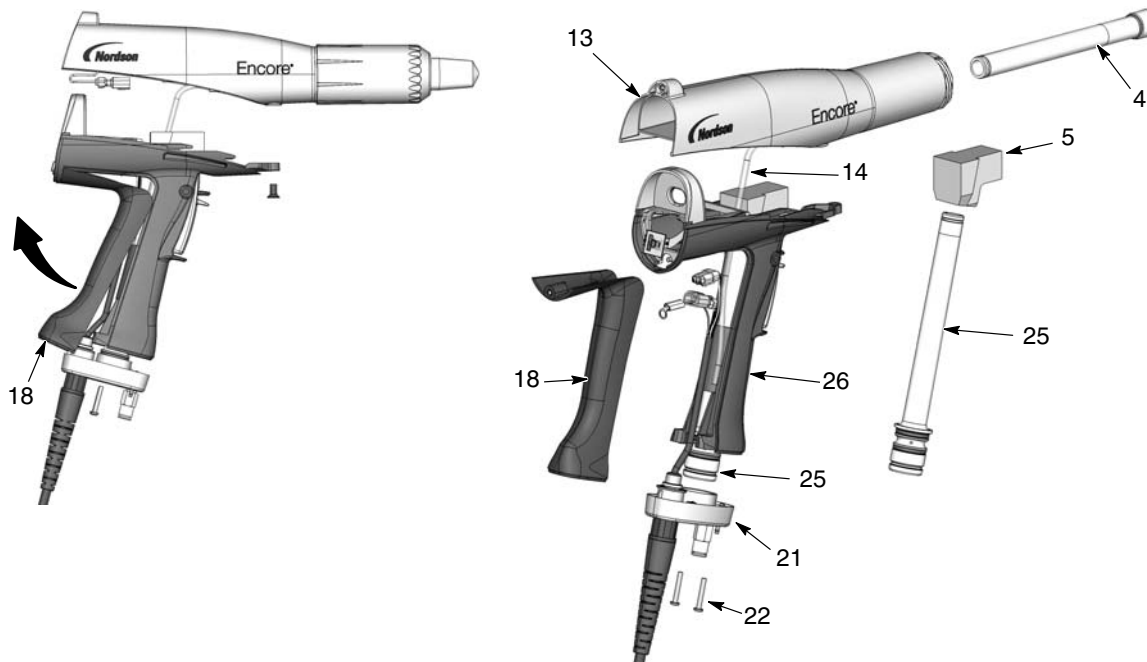

Figura 6-5 Sostituzione del percorso polvere
2. Vedi figura 6-5. Rimuovere il gomito (5) dal tubo d'ingresso (25).
3. Rimuovere le due viti M3 x 20 (22) dalla base dell'impugnatura (21).
4. Staccare la base dall'impugnatura, poi alzare il fondo della piattina di messa a terra (18) e allontanarlo dall'impugnatura, quindi rimuovere. Lasciare il filo di terra collegato alla piattina di messa a terra.
5. Spingere il tubo d'ingresso (25) verso l'alto e poi fuori dalla base, quindi allontanare la base e tirare il tubo d'ingresso fuori dall'impugnatura.
6. Spingere fuori il tubo di uscita (4) sul davanti del corpo della pistola (13).
1. Vedi figura 6-5. Installare il tubo di uscita (4) nel corpo pistola (13), tenendo l'estremità del tubo a filo con l'estremità del corpo della pistola.
2. Installare il tubo d'ingresso (25) nell'impugnatura (26), poi installare l'estremità del tubo nella base dell'impugnatura (21).